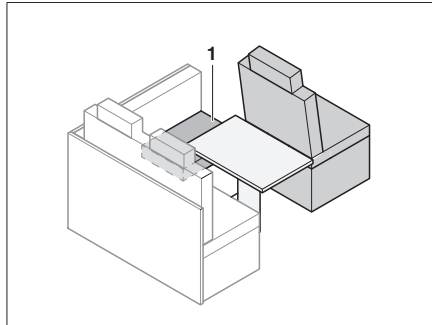

Bild 180 Före ombyggnaden
- Lägg sittdynan (Bild 180,1) åt sidan.